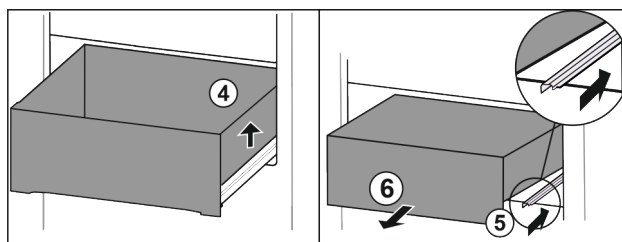

Fig. 114
- ▶ Podignite ladicu desno. Fig. 114 (4)
- ▶ Gurnite desnu vodilicu. Fig. 114 (5)
- ▶ Izvadite ladicu prema naprijed. Fig. 114 (6)